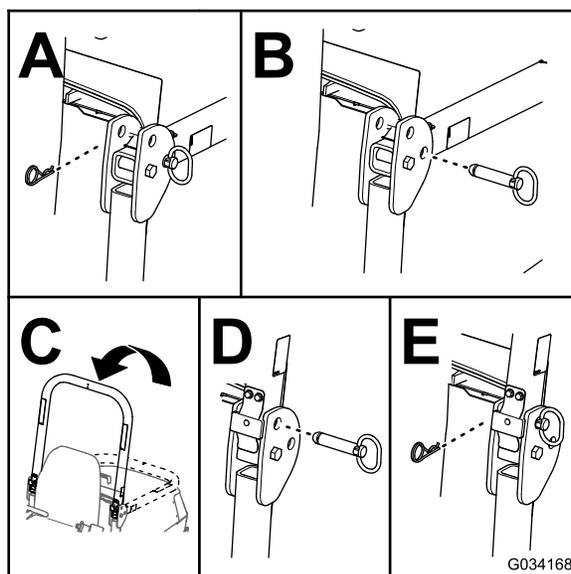

Figure 23
2. Retirez les goupilles fendues et les axes de l'arceau de sécurité (Figure 23).
3. Relevez l'arceau de sécurité et fixez-le en position avec les axes et les goupilles fendues (Figure 23).